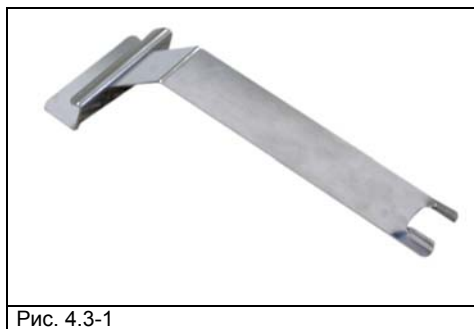

Рис. 4.3-1
- **Экстрактор** (Рис. 4.3-1). Чтобы избежать ожогов при извлечении подносов и простерилизованных материалов используйте экстрактор. Не прикасайтесь к внутренним поверхностям автоклава.